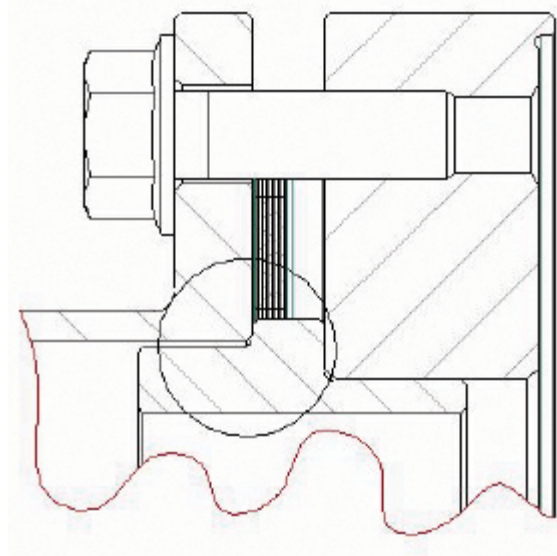

Abbildung 12
- 9.5 Tragen Sie ein reines Motorenöl auf die Schraubengewinde auf und setzen Sie auf jede Schraube eine Sicherungsmutter. Ziehen Sie alle Sicherungsmuttern abwechselnd mit stufenweise ansteigendem Drehmoment leicht an (siehe Abb. 12 und 13) und achten Sie dabei darauf, dass alle Schrauben fest sitzen. In dieser Phase verwenden Sie nur die Hälfte der Schrauben an dem Lamellenpaket. Ziehen Sie jetzt jede Sicherungsmutter auf das richtige, in Tabelle 5 angegebene Anzugsmoment an. Gehen Sie dazu abwechselnd mit stufenweise ansteigendem Drehmoment vor, wie in Abb. 12 und 13 dargestellt.
- 9.10 Ziehen Sie alle verbleibenden Sicherungsmuttern abwechselnd mit stufenweise ansteigendem Drehmoment leicht an (siehe Abb. 12 und 13) und achten Sie dabei darauf, dass das Lamellenpaket richtig ausgerichtet ist und alle Schrauben fest sitzen. Ziehen Sie jetzt jede Sicherungsmutter auf das richtige, in Tabelle 5 angegebene Anzugsmoment an. Gehen Sie dazu abwechselnd mit stufenweise ansteigendem Drehmoment vor, wie in Abb. 12 und 13 dargestellt.
- 10.4 Ziehen Sie die Schrauben mit stufenweise ansteigendem Drehmoment an, bis der Zwischenstückflansch gegen den Vorsprung zur Verhinderung von Schlägen des Adapters (siehe Abb. 12) gepresst wird. Gehen Sie so auf beiden Seiten der Zwischenstückeinheit vor.